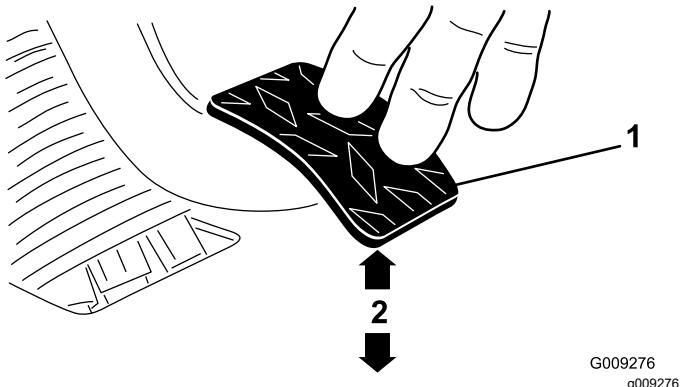

図 69
3. ジャムナットまたはボールジョイントを調整する 1.8 kg の力でクラッチペダルを踏んだ時にペダルの裏面の下端が床のダイヤモンド柄の頂部から  $9.5 \pm 0.3$  cm になるようにする図 69。